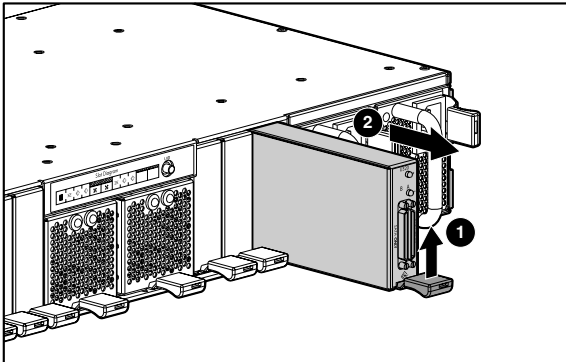

図 2: SCSI I/O モジュールの取り外し
1. 図 2 に示すように、赤紫色の SCSI I/O モジュール ラッチ ① を持ち上げ、エンクロージャ ② から SCSI I/O モジュールを引き抜きます。